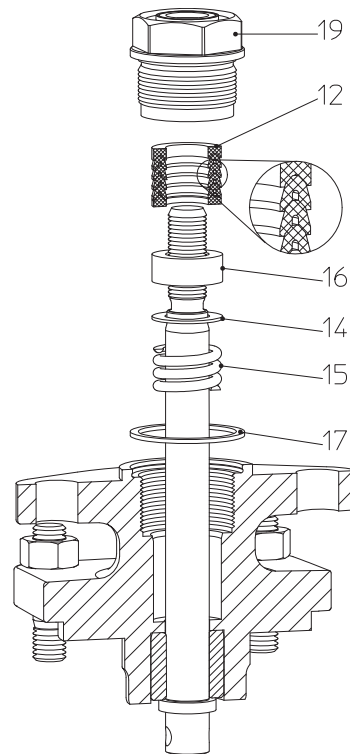

Рис. 4: Сальниковые кольца
- и замене колец (поз. 12) соблюдайте правильный порядок и монтажное положение каждого элемента (см. Рис. 4).